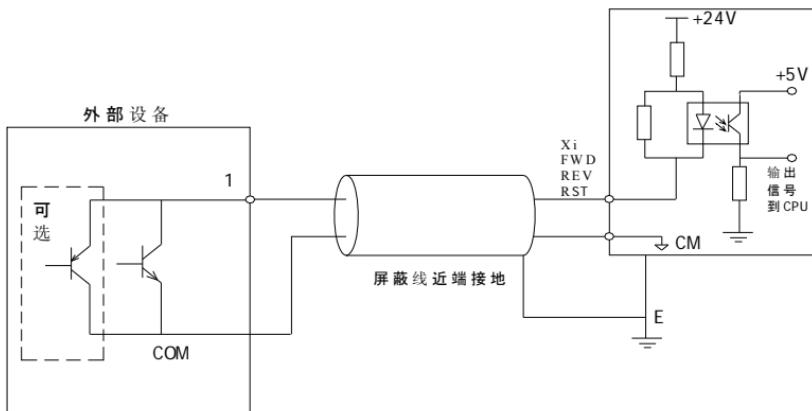

图 2-38 X_1 、FWD、REV、RST 输入源极接线示意图
2.12.7 X1~X7、FWD、REV、RST 输入源（漏极）方式，NPN型共发射极，外部设备，Xi、FWD、REV、RST 输入源极接线示意图如图 2-38 所示。